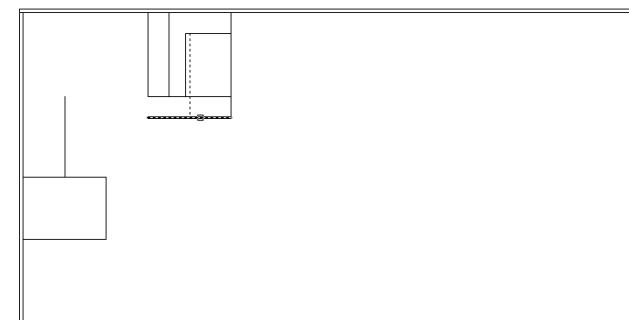

Рис. 4.23 ▼ Сопряжение линий, образующих контур лицевой части тумбы системного блока, с радиусом 50 мм
6. Выполните сопряжение линий на лицевой стороне контура тумбы системного блока. После запуска команды **Сопряжение** (FILLET) введите радиус (**д** (R)), затем значение радиуса сопряжения 50 мм (см. рис. 4.3), после чего выберите линии, как показано на рис. 4.23.